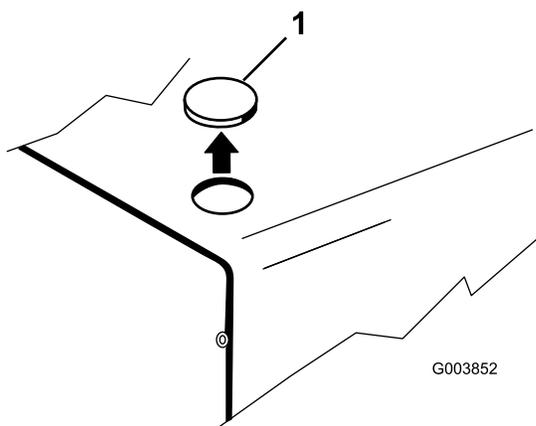

Figure 3
1. Retirez l'obturateur du trou situé à l'angle avant gauche du capot (Figure 3).